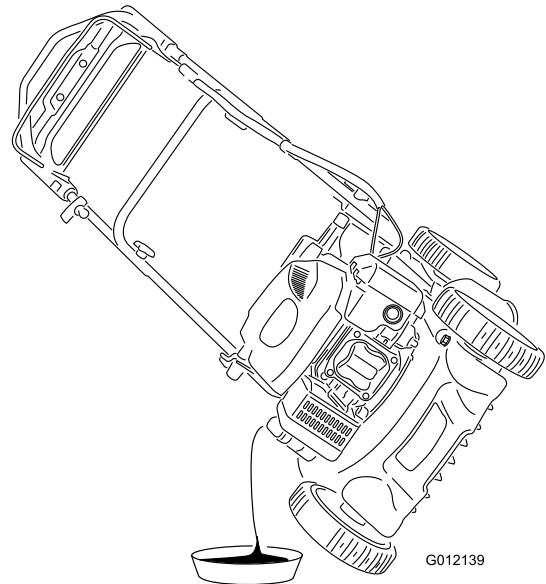

Bild 20
5. Kippen Sie den Rasenmäher seitlich (Peilstab nach unten), um das Altöl über das Öleinfüllrohr abzulassen (Bild 20).